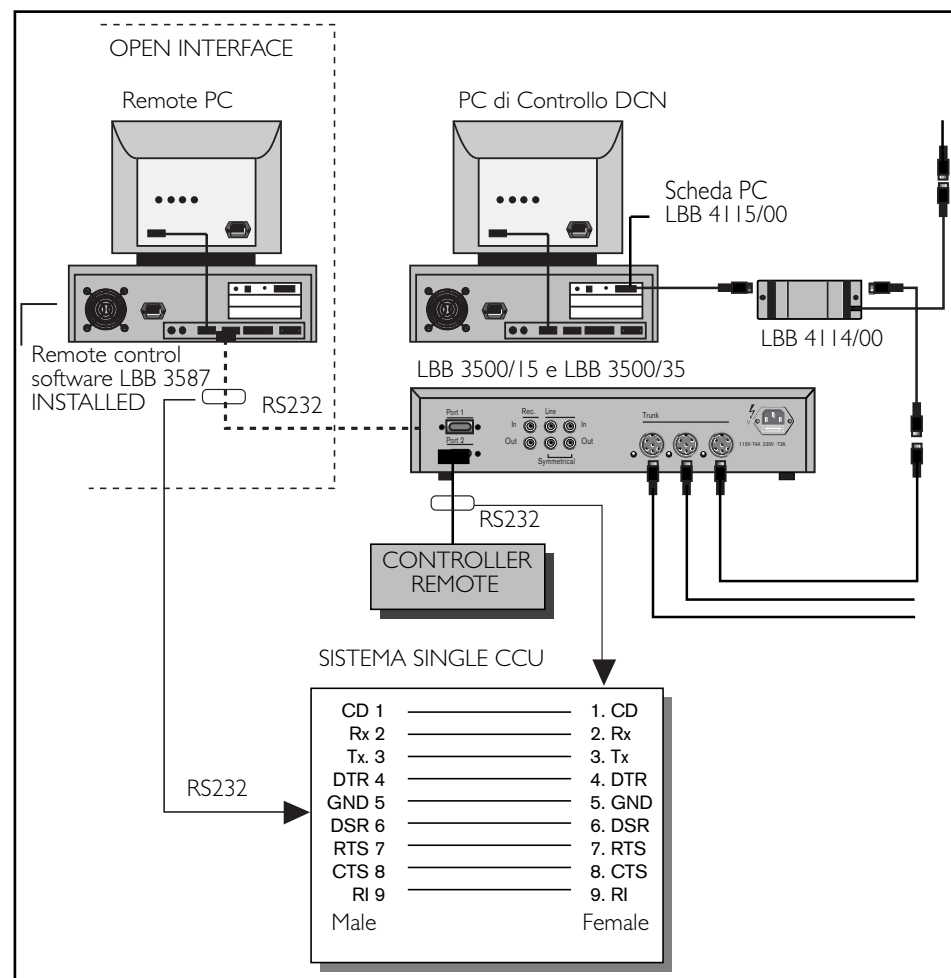

FIG. 10-21 Sistema singolo CCU di controllo remoto PC
1. Sistema Mono-CCU (LBB 3500/15 e LBB 3500/35 (FIG. 10-21)